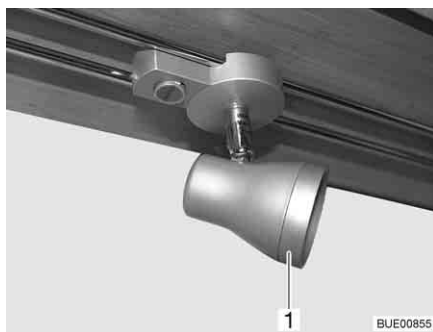

Bild 275 Halogenspotlight (förskjutningsbar)
- Vrid den yttre ringen (Bild 275,1) moturs tills den lossnar från kåpan.